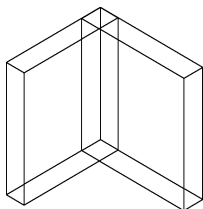
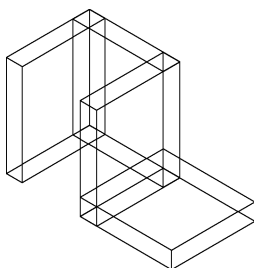

图 12-10 绘制第二个长方体
图 12-11 缩放图形
(3) 单击“三维工具”选项卡“建模”面板中的“长方体”按钮, 以角点坐标分别为 $(0,2.5,0)$ 、 $(@2.72,-0.5,3)$ 绘制连接立板长方体, 结果如图 12-10 所示。
(4) 单击“三维工具”选项卡“建模”面板中的“长方体”按钮, 角点坐标分别为 $[(2.72,2.5,0)、(@-0.5,-2.5,3)]$ 、 $[(2.22,0,0)、(@2.75,2.5,0.5)]$, 绘制其他部分长方体。
(5) 单击“视图”选项卡“导航”面板中的“范围”下拉菜单中的“全部”按钮, 缩放图形, 结果如图 12-11 所示。